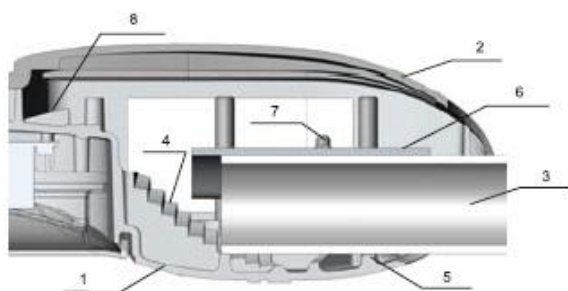

Рис. 1. Крепление светильника на консоль.
- 5.1. Выбор угла наклона светильника производится с помощью отлитых на корпусе упорных ступеней устройства крепления светильника (4). Одна ступень соответствует дополнительному наклону $2,5^\circ$. На рис. 1 труба консоли (3) показана в основном положении, т. е. угол наклона светильника совпадает с углом наклона трубы консоли.